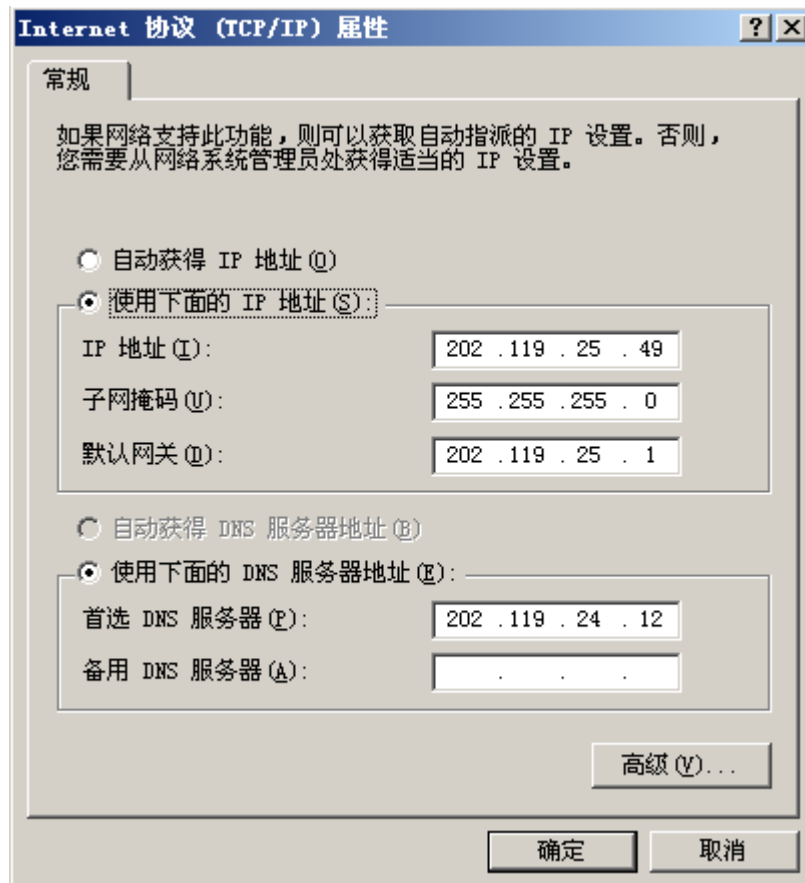

图 2.4 “Internet 协议（TCP/IP）”属性设置
(2) 打开“Internet 协议 (TCP/IP)”属性设置,如图 2.4;